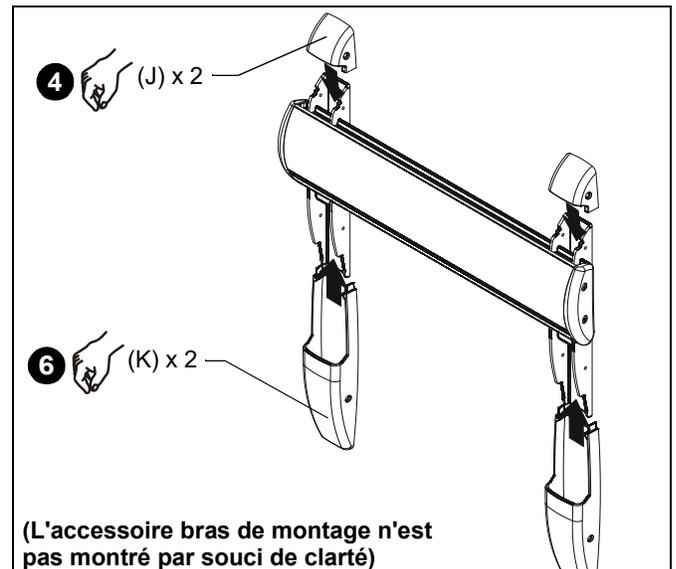

Figure 58
4. Placez les caches supérieurs (J) au-dessus de chacun des bras du support de montage. (Voir figure 58)
6. Placez le cache inférieur (K) du support mural sur le dessus de l'un des bras du support mural. (Voir figure 58)